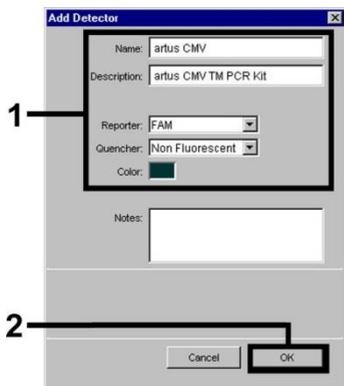
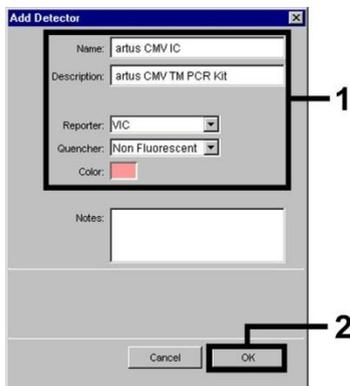
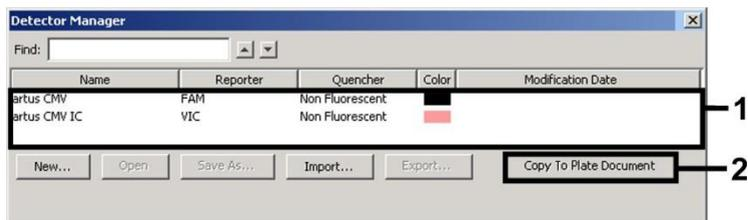

Fig. 17 : Création du détecteur spécifique au CMV (Detector Manager) (Gestionnaire des détecteurs).
Fig. 18 : Création du détecteur spécifique au contrôle interne (Detector Manager) (Gestionnaire des détecteurs).
Fig. 19 : Sélection des détecteurs (Detector Manager) (Gestionnaire des détecteurs).
Dans la fenêtre apparaissant à présent, choisir la combinaison rapporteur/désactivateur FAM/Non Fluorescent pour détecter l'ADN du CMV. Pour détecter le *contrôle interne*, sélectionner la combinaison VIC/Non Fluorescent (conformément aux Fig. 17 et Fig. 18). En confirmant la saisie (OK), un retour est effectué au *Detector Manager* (Gestionnaire des détecteurs). Sélectionner les détecteurs venant d'être créés et transférer chaque sélection vers l'onglet *Setup* (Réglage), en cliquant sur l'option *Copy to Plate Document* (Copier vers le document de plaque) (voir Fig. 19). Fermer la fenêtre (Done) (Effectué).